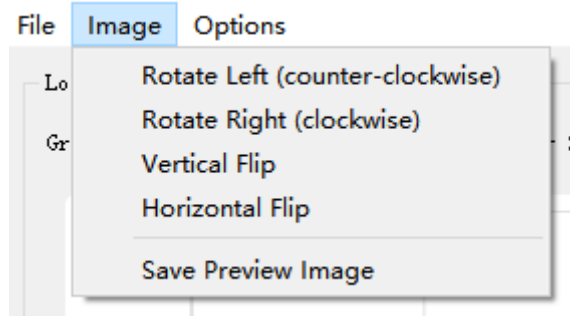

图2-6-7
5.Image：支持图像左右旋转、垂直/水平翻转变换及保存调整后的图像，如图2-6-7所示；